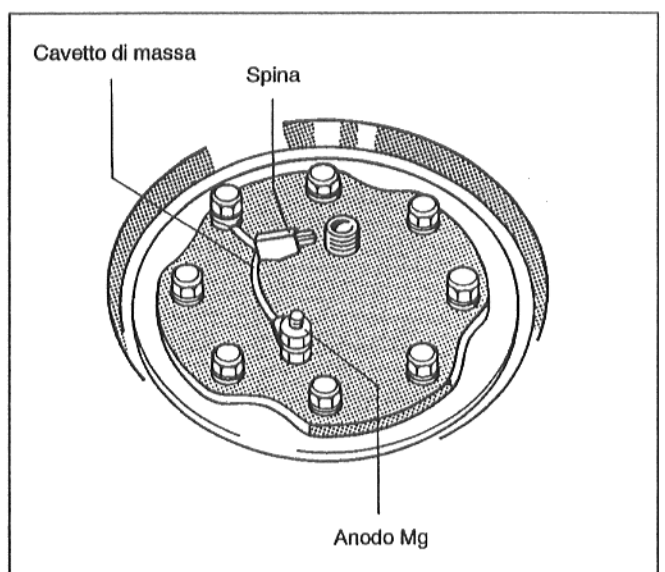

Fig. 11 - SU 300 (SU E 300)
- Verificare il corretto collegamento del cavetto di massa dell'anodo di magnesio (Fig. 11).
- Svitare le viti a testa esagonale dal lato superiore della copertura del foro di ispezione. Togliere la copertura del foro di ispezione con l'anodo di magnesio e controllare l'anodo di magnesio (SU 300, Fig. 11).